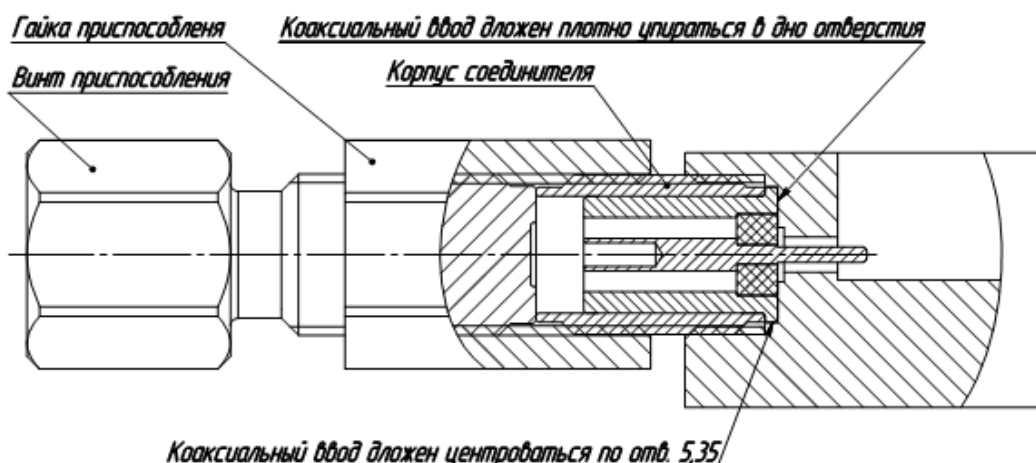

Рисунок 10. Установленный соединитель в корпус модуля
11. Вручную вкрутите соединитель в корпус. Установленный соединитель должен выглядеть, как показано на рис. 10.